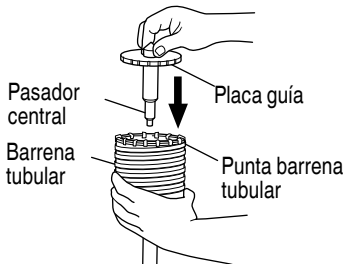

Fig. 22
- (3) Insertar el pasador central en la placa guía hasta que se pare.
- (4) Unir la placa guía con la barrena tubular y girar la placa guía hacia la izquierda o hacia la derecha de forma que no se caiga a pesar de estar indicando hacia abajo. (Fig. 22)